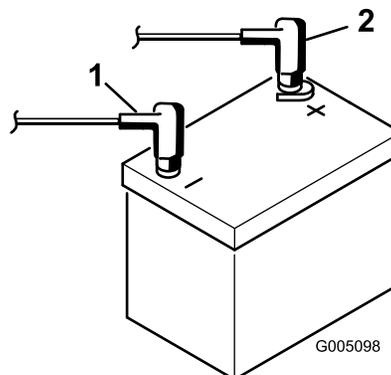

図8
8. 赤いプラスケーブルをバッテリーのプラス端子に、黒いマイナスケーブルはバッテリーのマイナス端子にはめ、ボルトとナットで固定する図8。ショート防止のために端子にゴムキャップをかぶせる。